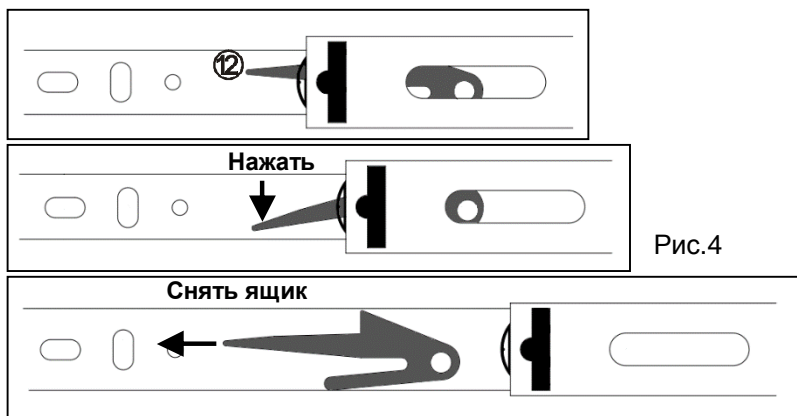

Рис.4
6.2.1 Полностью выдвинуть **МФ** и ящик (2), снять их с направляющих рамы (1), нажав на пластиковые рычажки (12), рис.4.